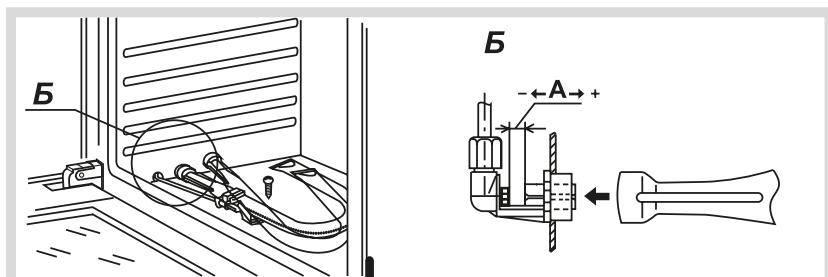

Рис. 11
- выкрутить шурп и достать горелку из корпуса сопла (рис. 11);